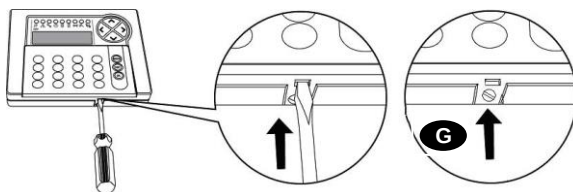

Fig. 1
Aprire la tastiera esercitando con un cacciavite a taglio una leggera pressione sul punto indicato nell'immagine, per sganciare il dente di chiusura (Fig. 1).
- Richiudere la tastiera tramite la vite fornita a corredo (**G** - Fig. 1).